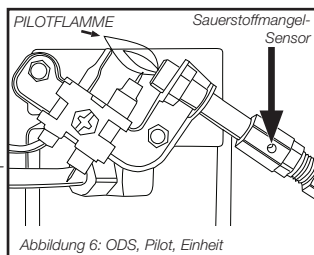

Abbildung 6: ODS, Pilot, Einheit
7. Die Hauptbrenneröffnungen (in den Öffnungshalter eingefädelt) prüfen und reinigen. Der Öffnungshalter ist mit zwei (2) Schrauben an der Brennereinheit-Venturirohre angebracht.
8. Den Piloten (an einer Halterung befestigt) prüfen und mit einem Staubsauger oder Pressluft durch die Löcher im Piloten reinigen; durch Pfeile markiert in Abbildung 6. **WARNUNG:** Zur Reinigung des Piloten, niemals Nadeln, Drähte oder ähnliche zylindrische Objekte verwenden, um eine Beschädigung des kalibrierten Rubin, der die Gasströmung durch die Steueröffnung leitet, zu verhindern.